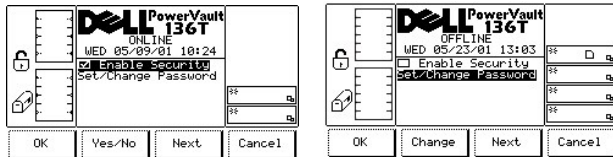

图 77. 设置 > 实用程序 > 保护对话框
选择保护后，将显示“保护对话框”。请参见图 77。通过该选项可以使用户启用或禁用操作员面板保护,并设置或更改磁带库密码。
- 1 如果**启用保护**为黑色的活动字段，请参见图 77:
- 1 如果**设置/更改密码**为黑色的活动字段，则“是/否”软键将变成“更改”软键，请参见图 77.
- o 如果按下**下一个**软键下方的按钮，则下一个字段“启用保护”会变成活动字段，请参见图 77
“设置/更改密码”为黑色的当前活动字段。请参考图 77。如果按下**更改**软键下方的按钮，并且选定了**确定**，则会显示更改密码对话框。